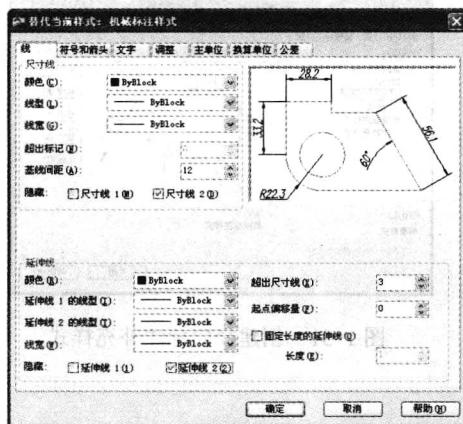

图 1-34 选择隐藏选项
1. 在“标注样式管理器”对话框中将“机械标注样式”设置为当前样式。单击“替代”按钮，弹出“替代当前样式”对话框，然后打开“线”选项卡，在“尺寸线”选项栏的“隐藏”选项中勾选“尺寸线 2”复选框，在“延伸线”选项栏的“隐藏”选项中勾选“延伸线 2”复选框，即同时隐藏第二个箭头和第二个尺寸界线，如图 1-34 所示。